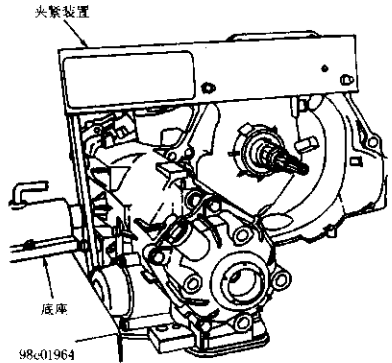

图 2-52 安装变速驱动桥夹紧装置和底座
1) 拆下液力变矩器和蜗轮轴 O 形密封圈。安装夹紧装置 (J-28664) 到变速驱动桥上 (图 2-52)。将变速驱动桥和夹紧装置安装到底座 (J-3289-20) 内。在所需位置插入一个销子到底座内以固定变矩驱动桥。用一个长一定旋具撬夹紧装置，以便压下倒档